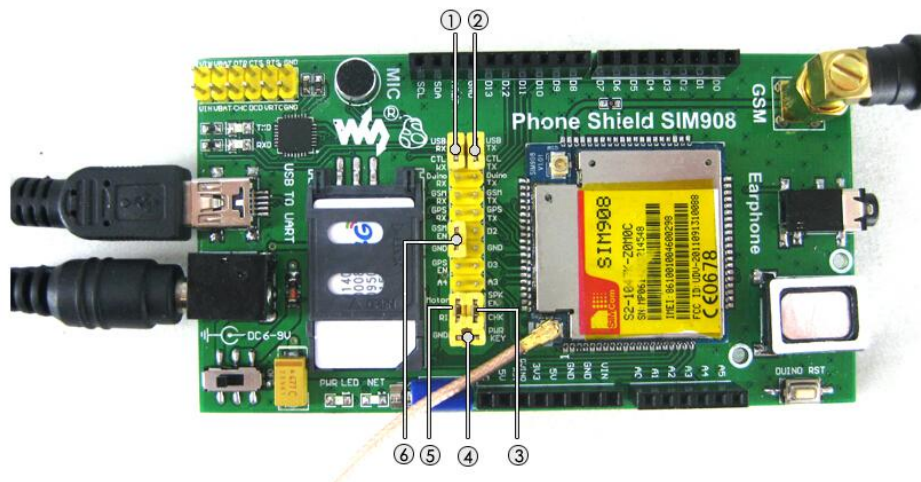

图 2. 手动调试硬件设置图
- USB\_RX 短接 CTL\_RX（图 2. 手动调试硬件设置图标号①）
- USB\_TX 短接 CTL\_TX（图 2. 手动调试硬件设置图标号②）
- 1) GSM\_EN 连接 GND，GPS\_EN 悬空（图 2. 手动调试硬件设置图标号⑥），选通 GSM 串口控制端。
- 2) 连接 PWRKEY 和 GND 的跳线（图 2. 手动调试硬件设置图标号④），指示灯 STATUS 常亮，指示灯 NET 闪烁（快闪表示正在注册网路，慢闪表示注册成功）。
GSM\_EN 连接 GND，GPS\_EN 悬空（图 2. 手动调试硬件设置图标号⑥），选通 GSM 串口控制端。
- 1) 配置 GPS：GSM\_EN 连接 GND，GPS\_EN 悬空（图 2. 手动调试硬件设置图标号⑥），选通 GSM 串口控制端。
- GPS 信号输出：GPS\_EN 连接 GND，GSM\_EN 悬空（图 2. 手动调试硬件设置图标号⑥），选通 GPS 串口控制端。TCP232 软件将接收到如下信息：